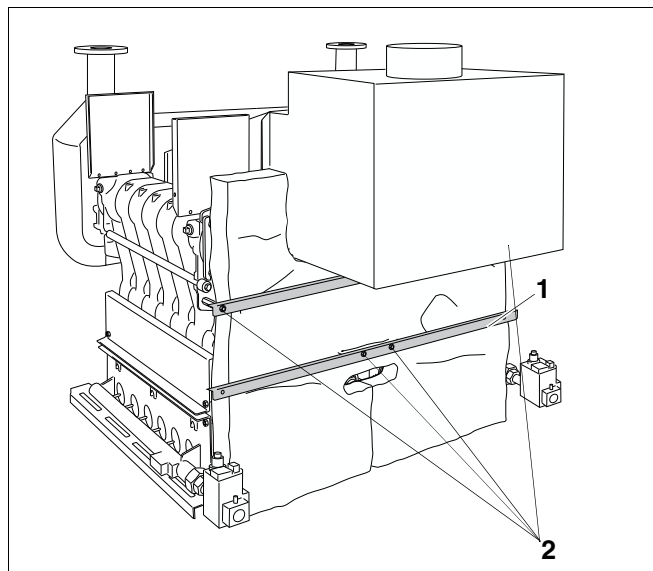
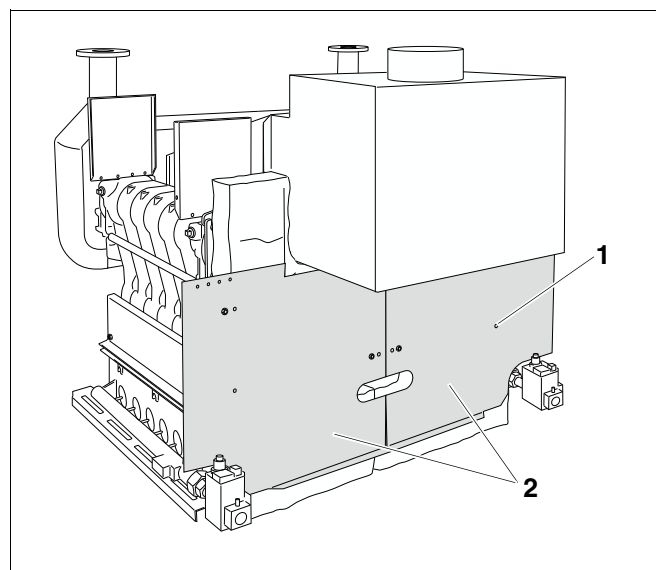

Рис. 47 Крепление задних уголков
Рис. 48 Установка задних стенок
Два задних уголка (рис. 47, поз. 1) находятся в упаковке пакета А.
- Надеть оба задних уголка (рис. 47, поз. 1) отбортовкой вверх на распорные шпильки М8 х 75 (рис. 47, поз. 2).
- Закрепить уголки, накрутив гайки М8 с напрессованной шайбой на распорные шпильки М8 х 75 (рис. 47, поз. 2).
- Надеть задние стенки (рис. 48, **поз. 2**) на распорные шпильки M8 x 75 (рис. 47, **поз. 2**, стр. 42).
- Закрепить задние стенки (рис. 48, **поз. 2**) винтами с плоской головкой 3,9 x 9,5 (рис. 48, **поз. 1** – 4 шт. на стенку) на задних уголках.